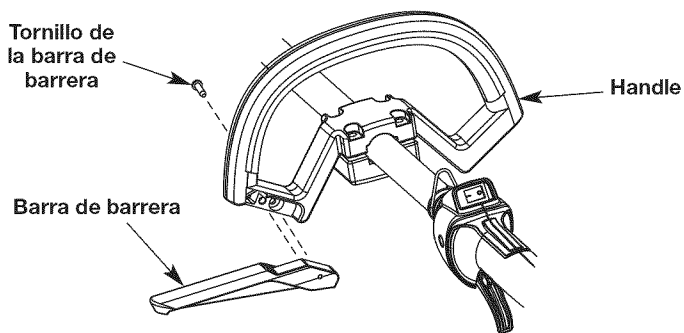

Fig. 1
1. Alinee los dos agujeros en la barra de barrera con los dos orificios en el mango (Fig. 1).
3. Inserte el tornillo de la barra de barrera en el mango (Fig. 1).
2. Sin dejar de sujetar la unidad en posición de operación, mueva el mango hasta el lugar que le dé el mejor agarre. Colóquelo a una distancia mínima de 6 pulgadas (15,24 cm) de la base de la empuñadura del eje (Fig. 1).